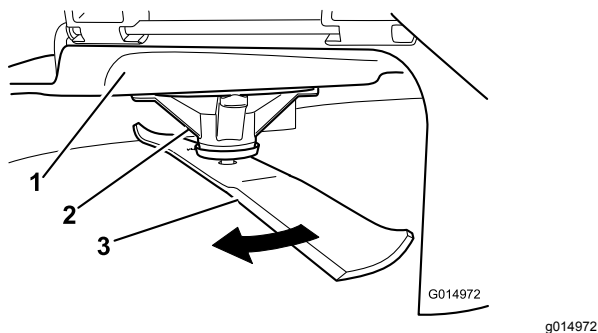

Figura 48
2. Llevando guantes fuertemente acolchados u otro tipo de protección apropiada para las manos, gire la cuchilla lentamente hasta una posición que permita medir la distancia entre el filo de corte y la superficie nivelada en la que descansa la máquina (**Figura 48**).